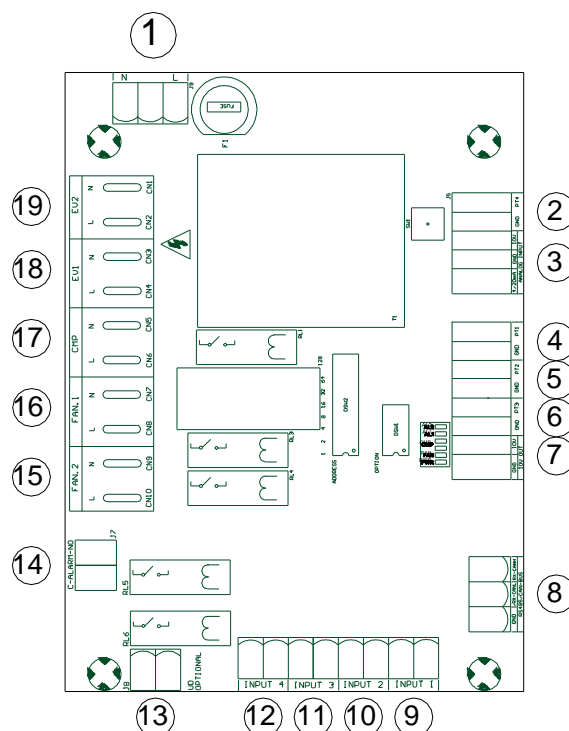

Figura 5
- I fili di alimentazione vanno collegati ai morsetti a vite "1" (vedi figura 5);